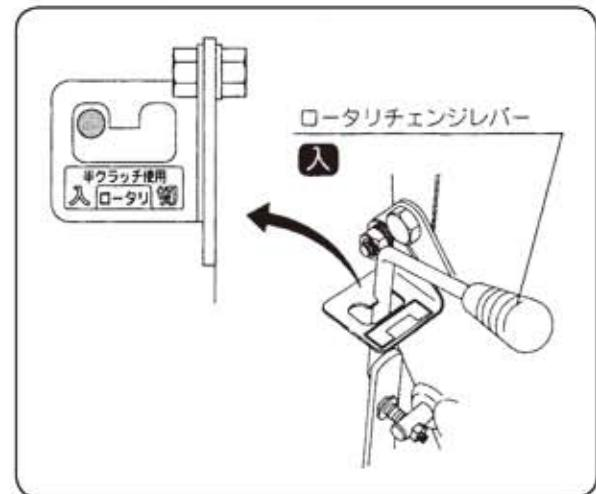

図22
- ① ロータリーチェンジレバーを押し下げて、外側に引きながら主クラッチレバーを半クラッチ操作しますと軽く【入】位置に入ります。（図22）